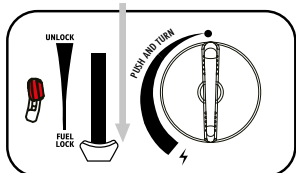
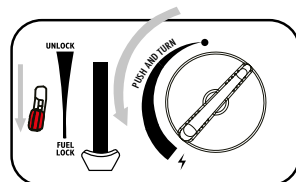

Abb.3
Abb.4
3. Drücken Sie den Patronenhebel (6) nach unten (Abb. 3) und schließen Sie den Patronendeckel.
4. Wenn Sie ein „Zischen“ hören, ist die Patrone nicht richtig eingesetzt. Versuchen Sie nicht, das Gerät zu zünden, sondern stellen Sie den Hebel (6) auf „UNLOCK“ und wiederholen Sie die Schritte 1 - 4.
5. Drücken Sie den Gasdurchlasshebel (11) nach unten und drehen Sie dann den Bedienungs-/ Zündknopf (8) ganz in die Zündposition „⚡“, bis Sie ein Klickgeräusch hören (Abb. 4). Halten Sie den Entriegelungshebel für einige Sekunden in dieser Position, um das Flammenschutz-Thermoelement